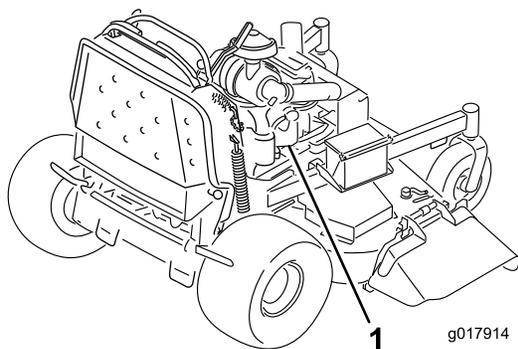

Figure 54
6. Faites la dernière connexion sur le bloc moteur du véhicule en panne (PAS à la borne négative de la batterie) loin de la batterie et reculez-vous (Figure 54).